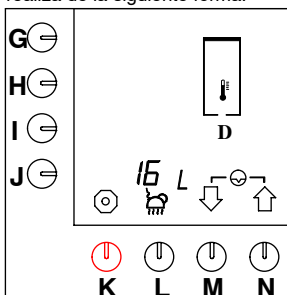

Fig. 53 Puesta a cero del contador diario del sistema de agua caliente.
- Mantenga apretada la tecla de programación (M.)↓ hasta que en el display aparezca la fig.53 .